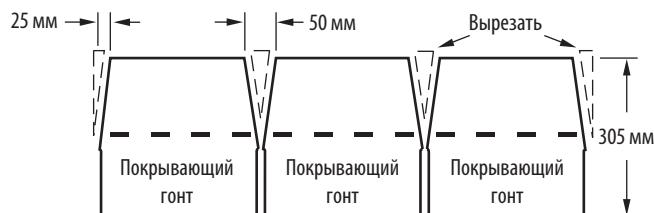

Рис. 10-24. Подрежьте язычки, а затем обрежьте край гонтов, чтобы получить покрывающие гонты (показан гонт английских размеров).
- Для того чтобы изготовить коньковые шаблоны, подрежьте целые гонты в области прорезей между язычками. Отрежьте задний конец покрывающих гонтов, как показано на Рис. 10-24.